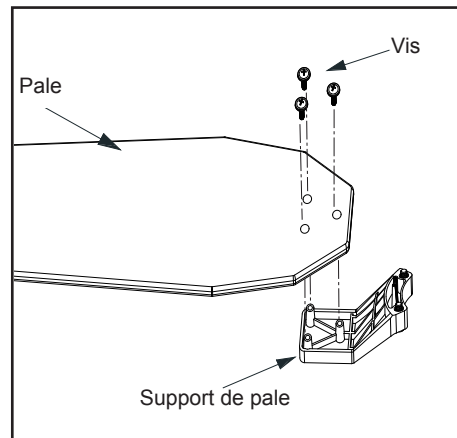

Figure 15
1. Fixez la pale au support de pale à l'aide des vis, comme illustré dans la Figure 15. Insérez une vis dans le support. Répétez l'opération pour les deux autres vis.